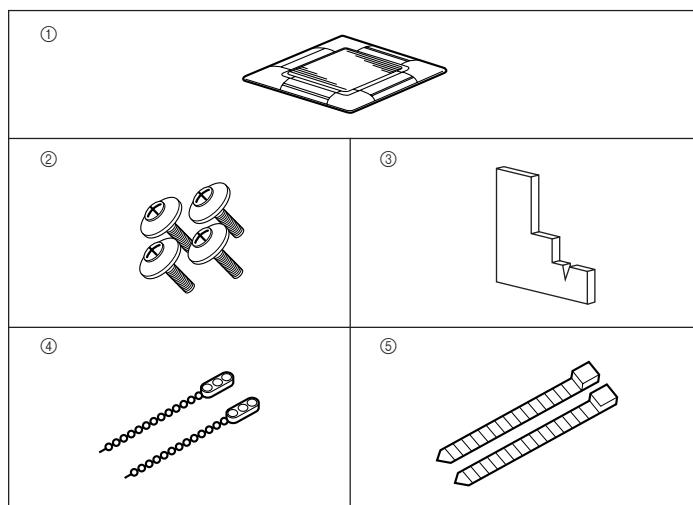

Fig. 8-1
8.1. Ελέγχετε τα εξαρτήματα της περσίδας (Fig. 8-1)